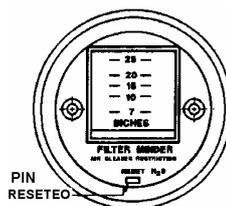

FIGURA 2-3
9. DEPURADORES DE AIRE - Revise los indicadores de vacío del depurador de aire en la cabina del operador, Figura 2-3. Se debe dar servicio al(los) depurador(es) de aire si el(los) indicador(es) muestra(n) la siguiente lectura de restricción máxima: • Motor Komatsu SSDA16V160: ..... Vacío de 25 in. de H 2 O. Consulte la Sección C en el manual de servicio para las instrucciones de servicio de los elementos del depurador de aire. Vacíe las tapas de polvo del depurador de aire.  NOTA: Después de dar servicio, presione el botón de reseteo en el frente del medidor para que vuelva a cero.